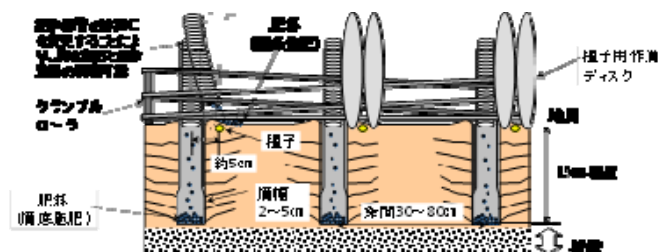

図2 チゼル式不耕起播種模式図
2. チゼルでは条毎に深さ 13cm 程度の排水溝を切り、必要に応じて溝底もしくは側条に施肥し、クランブルローラで表層を碎土・整地してから、播種装置で排水溝の中心から約 5cm 側方に播種、覆土、鎮圧します(図2)。このことにより、播種溝のみ作溝する慣行の不耕起栽培(ディスク駆動式不耕起播種機 NSV600 による播種)よりも降雨後速やかに土壌水分が低下し、圃場排水性が高まります。また、本機を用いた大豆栽培の収量は慣行の不耕起栽培と比べて 1 割程度、慣行の耕起栽培と比べて 2 割程度増える可能性があります。